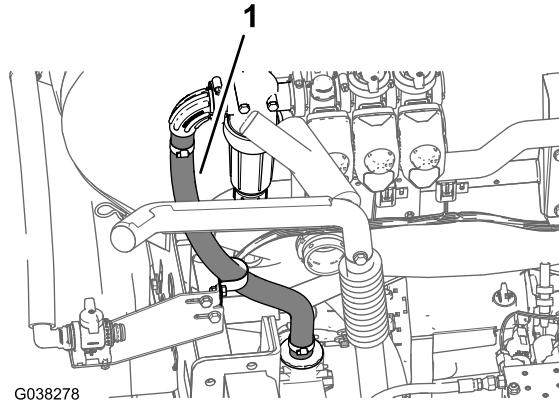

图71
3. 如图71所示将打药车供水软管向下通向位于泄压阀前部的T形接头。